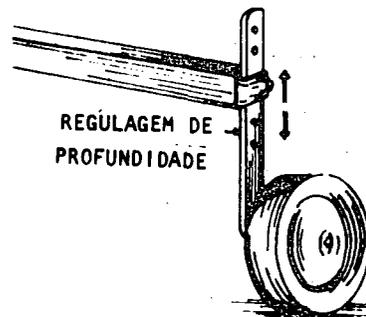

Fig. 2
- b   Regule a profundidade com a alavanca do sistema hidráulico, ou com as rodas laterais, enquanto sulca os primeiros metros (fig.2).